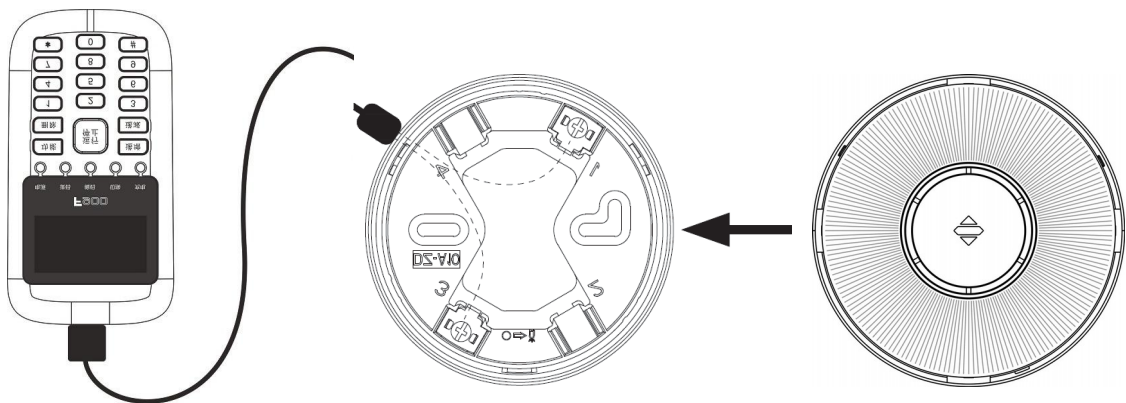

图 4
3. 地址编码：如图 4 所示，将声光警报器通过编码器上配套底座（编码配套底座为 DZ-A10）接入，L1、L2 采用无极性连接，把编码器设定为编码功能，编制正确的地址码，按下“运行”键，完成地址编码设置。（注：编码详细操作请参见编码器说明书）